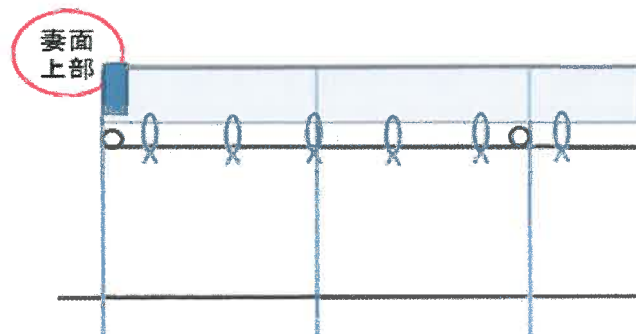

図38 雨よけフィルムの展張②
- 雨よけフィルムが緩まないように、最初に両端の妻面上部をパッカーで固定し、その後でマイカー線を順次結束し固定していきます（図 38）。